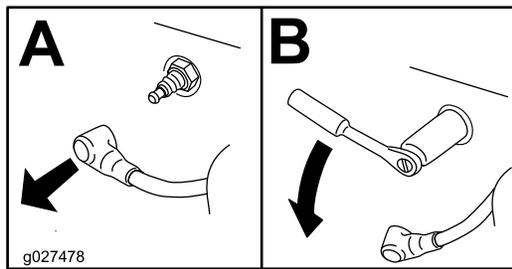

Bild 39
3. Nehmen Sie die Zündkerze heraus (Bild 39).